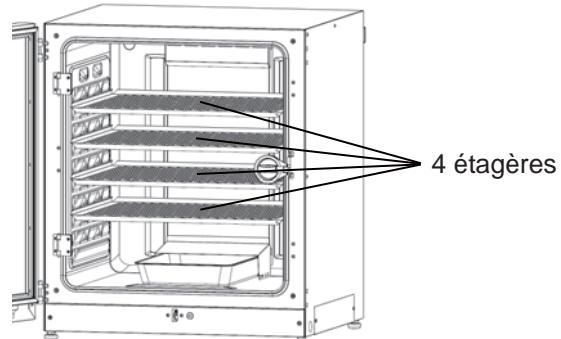

Fig. 2
3. Installez 4 étagères (Fig. 2)